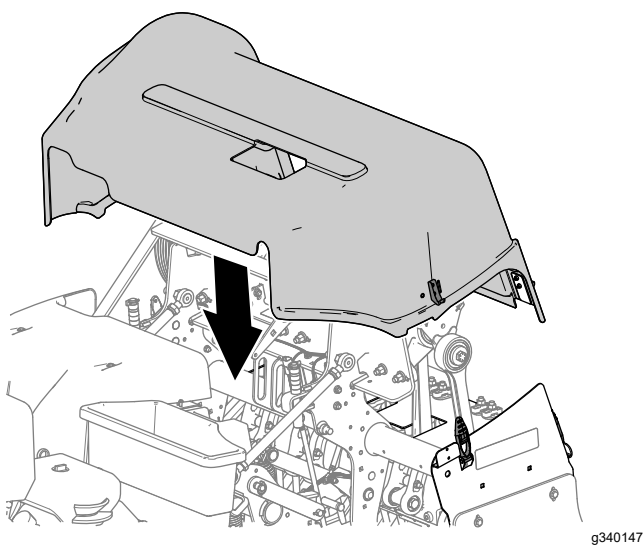

図 141
1. 図 141に示すようにコアリングヘッドを機体に配置する。